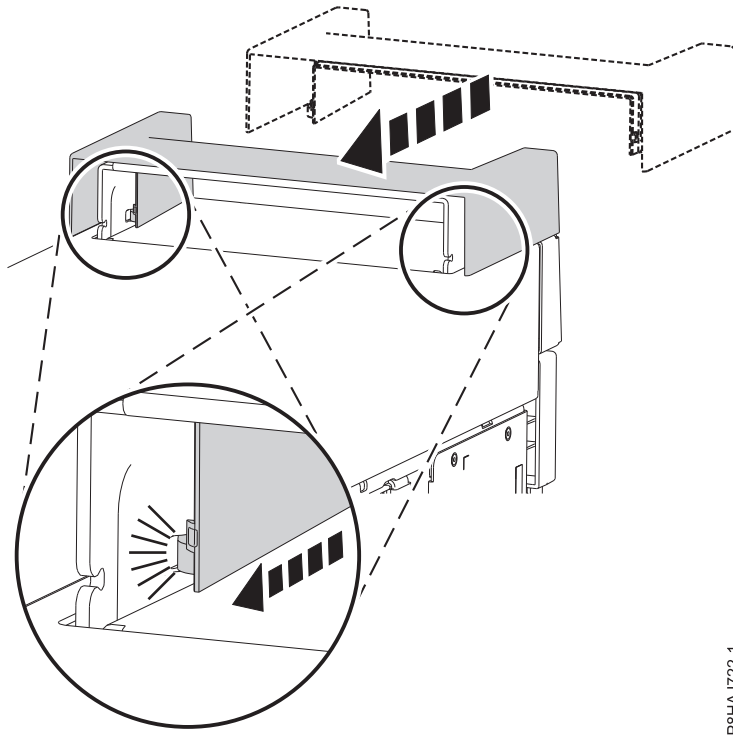

Abbildung 23. Griffabdeckung bei einem eigenständigen System vom Typ 8286-41A befestigen
1. Befestigen Sie die Griffabdeckung an der internen RDX-Andockstation (FC EUA3), indem Sie sie in Richtung der Rückseite des Systems schieben. Siehe Abb. 23.